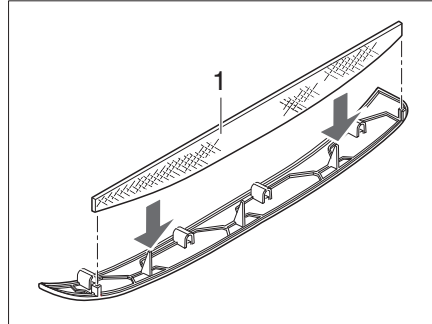
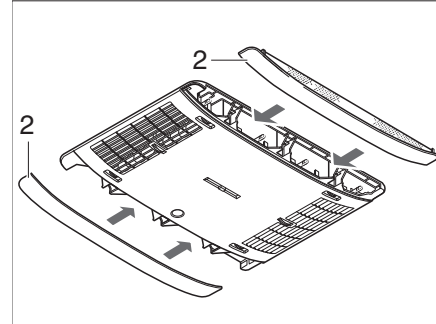

Bild 154 Luddfilter klimatanläggning
Bild 155 Paneler klimatanläggning
I panelerna (Bild 155,2) på sidorna finns två luddfilter. Luddfiltren måste rengöras regelbundet, dock minst var 6:e månad, och vid behov ska de bytas.
- Dra av panelerna (Bild 155,2) från luftspridaren och rengör luddfiltret (Bild 154,1) eller byt det vid behov.